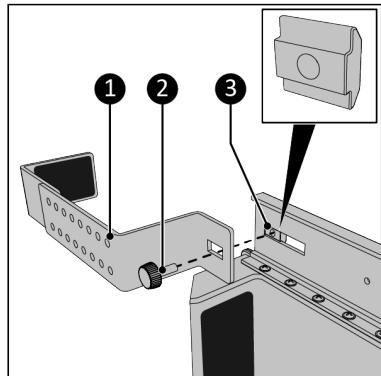

Abbildung 114.
7. Schrauben Sie die Halterung (Abbildung 114, Pos. 3) mit der Knopf-schraube (Abbildung 114, Pos. 2) an der Hauptschiene in der vorderen Position fest.. Stellen Sie sicher, dass Sie die Knopf-schraube mit der Gleitmutter verbinden (Abbildung 114, Pos. 1).